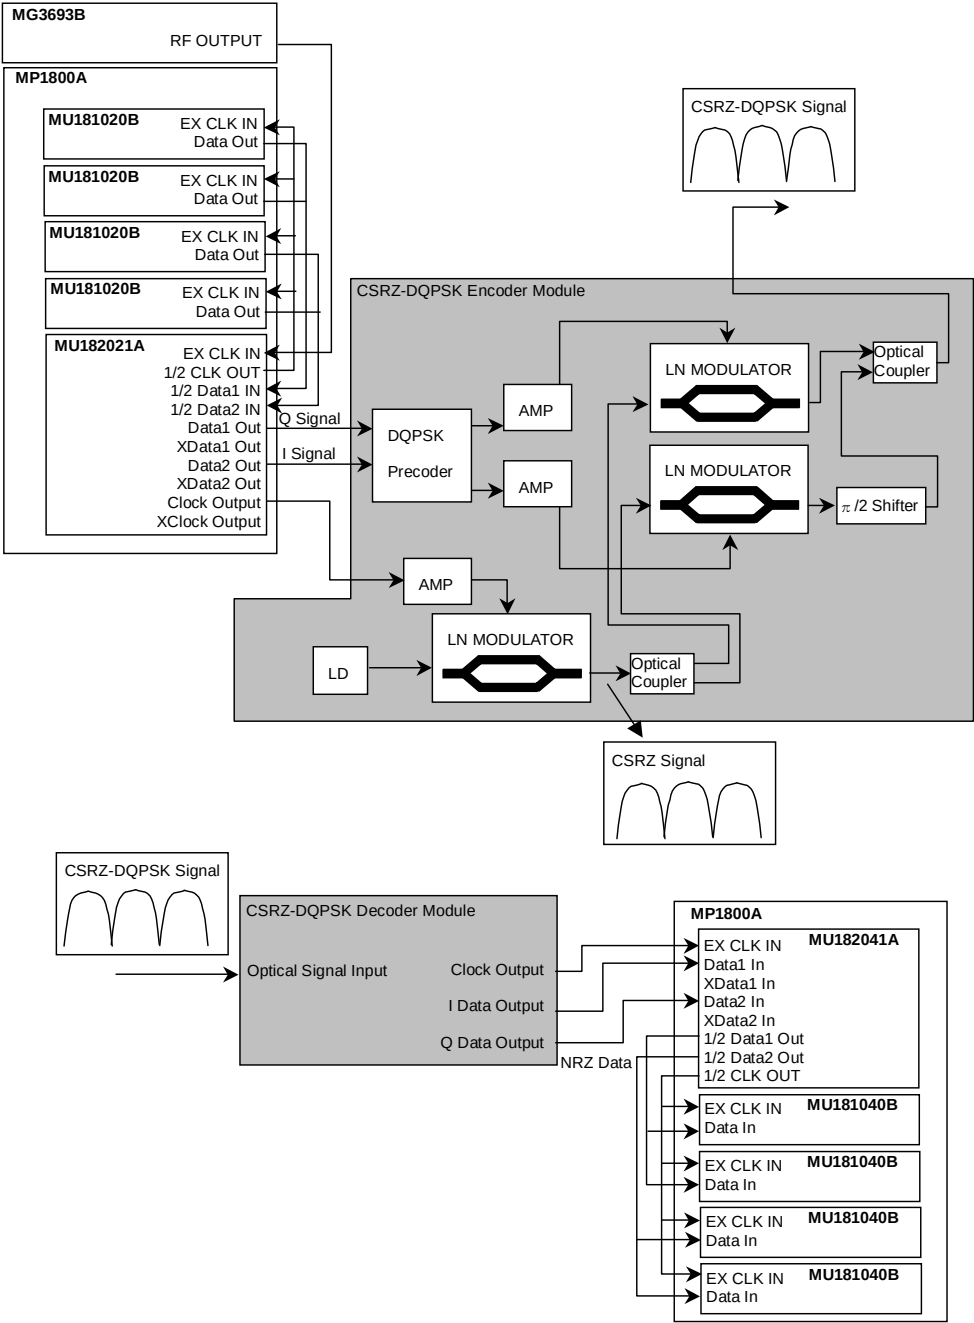

図 5.2-1 DQPSK 伝送試験接続図
- 1) 図 5.2-1 接続図に従って MP1800A, MU181020A/B, MU182021A, MU181040A/B, MU182041A, MG3693B を接続します。
- このとき, ケーブルの芯線はピンセットなどでショートして使用してください。接続は, 図 5.2-1 を参照してください。